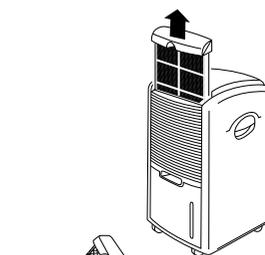
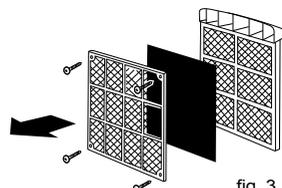

fig. 1
fig. 3
- Ziehen Sie den gesamten Filterrahmen heraus und entfernen Sie den Aktivkohle Filter (Fig. 1 und Fig. 3).